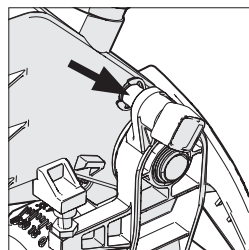

Fig. 16
- Certifique-se de que a cabeça da serra está bloqueada na sua posição inferior com o pino de engate completamente encaixado (**ver Fig. 16**).
- Certifique-se de que a cabeça da serra está bloqueada na sua posição inferior com o pino de engate completamente encaixado. (**Fig. 16**).
- Retire o pino de engate (**Fig. 16**) e deixe que a cabeça da serra suba até à sua posição superior.